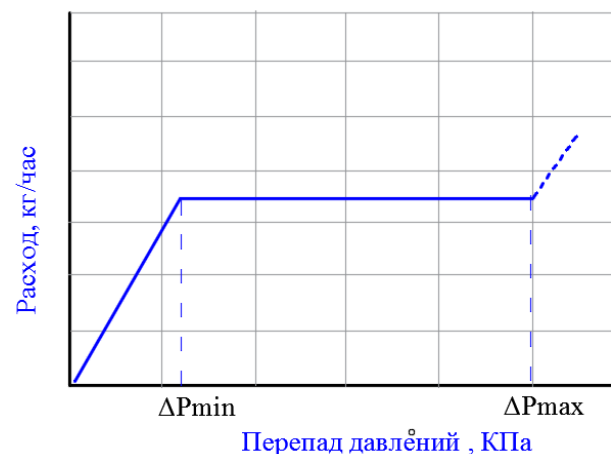

Рис.1 График зависимости перепада давления от расхода
1.2. Настроечный расход поддерживается в рабочем интервале перепадов давлений (от ΔP_{\min} до ΔP_{\max}), указанных в технических характеристиках соответствующего картриджа (см. рис.1).